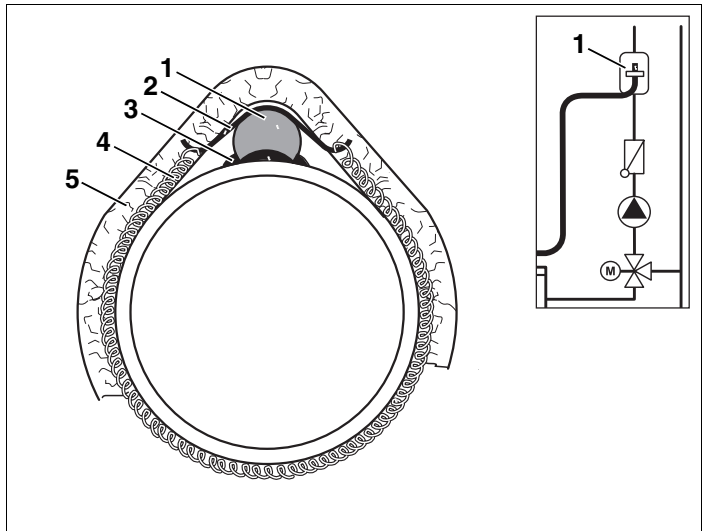

Abb. 6 Anlegetemperaturfühler montieren
Der Anlegetemperaturfühler (Abb. 6, **Pos. 1**) ist unmittelbar hinter dem Heizungsmischer und der Heizkreispumpe am Heizungsvorlaufrohr anzubringen.
- Anlegetemperaturfühler (Abb. 6, **Pos. 1**) dünn mit Wärmeleitpaste (Abb. 6, **Pos. 3**) einstreichen.
- Anlegetemperaturfühler mittels Halteblech (Abb. 6, **Pos. 2**) und Spannfeder (Abb. 6, **Pos. 4**) am Heizungsvorlaufrohr montieren.
- Anlegetemperaturfühler mit mindestens 20 cm langem Isoliermaterial (Abb. 6, **Pos. 5**) isolieren.